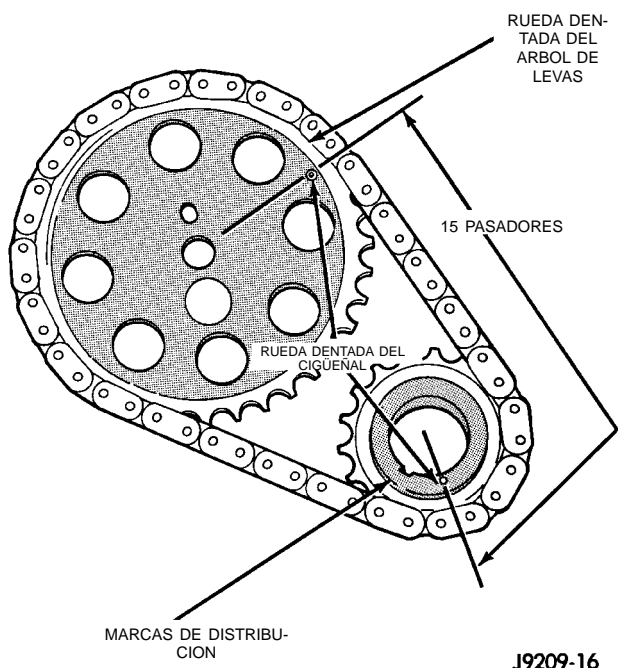

Fig. 43 Verificación de instalación de ruedas dentadas—cadena—característica
Ensamble la cadena de distribución, la rueda dentada del cigüeñal y la rueda dentada del árbol de levas, manteniendo alineadas las marcas de distribución (Fig. 43).
(3) Para verificar la correcta instalación de la cadena de distribución, gire el cigüeñal a fin de posicionar la marca de la rueda dentada del árbol de levas, tal como se muestra en la (Fig. 43). Cuente la cantidad de pasadores de la cadena entre las marcas de distribución de ambas ruedas dentadas. Debe haber 15 pasadores.